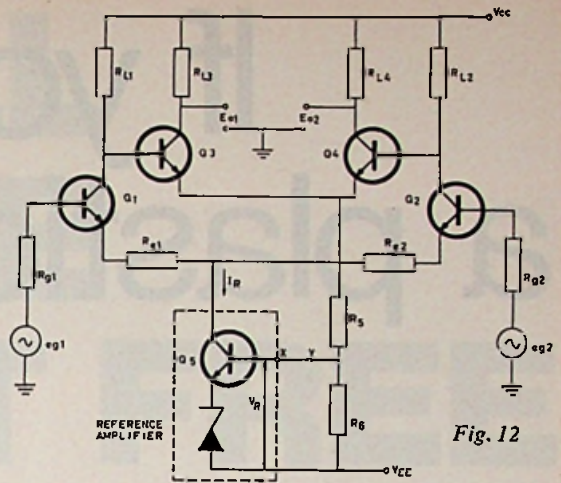

Fig. 12
2. tweetrapsverschilversterker met tegenkoppeling (fig. 12)